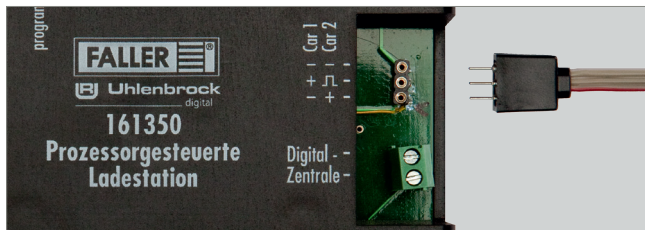

Abb. 5: Ladekabel an Ladestation anschließen
- Stecken Sie den Stecker an einem Ende des Ladekabels in die Buchse an der Ladestation, siehe Fig. 5.